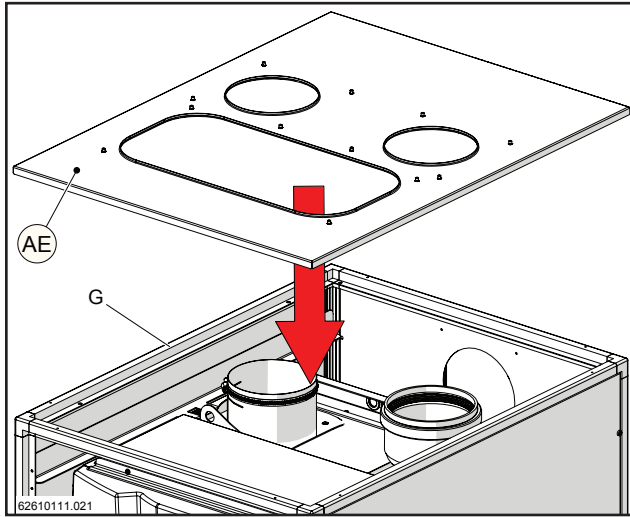
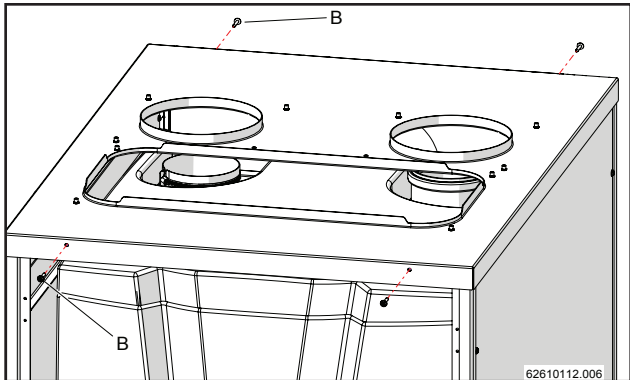

Figure 13-23
Figure 13-24
- 13.- Positionner la couverture supérieure (AE) comme indiqué sur la figure 13-23 et la fixer au châssis supérieur « G » à l'aide des vis « B » (figure 13-24), au niveau des trous présents.